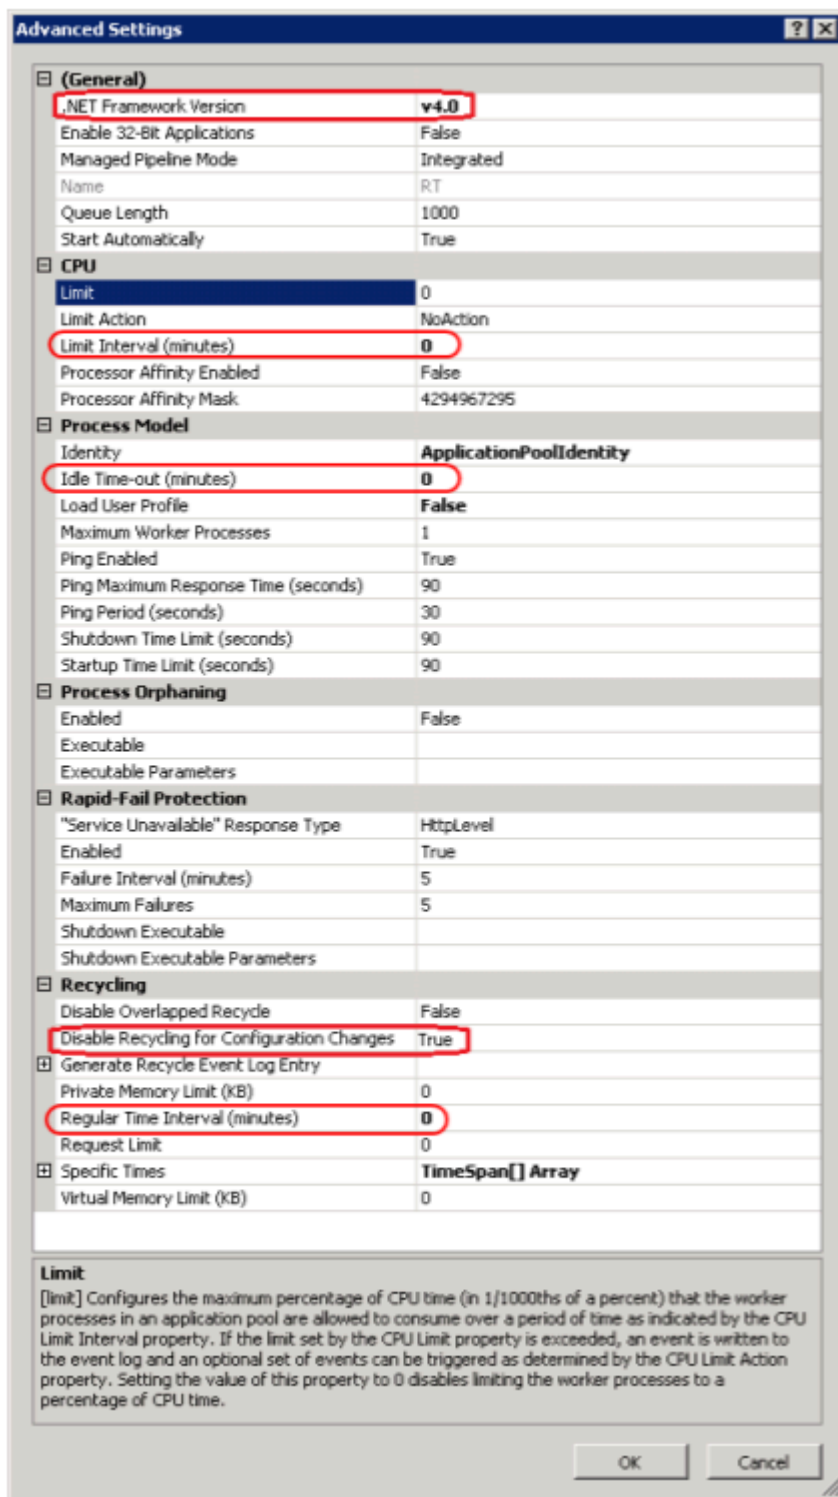

Figura 8- IIS configurazione applicazione
4. Da IIS andare su Siti-> Aggiungi sito web -> settando nome:etabula, puntare alla cartella del client e porta 9090 (se libera), successivamente dal sito etabula creare una nuova applicazione facendo "Aggiungi applicazione" mettendo come alias: "**server**" e puntando al percorso fisico della cartella "C:\inetpub\wwwroot\eTabula\server"; dalle impostazioni avanzate del Pool di applicazioni -> etabula -> tasto dx->impostazioni avanzate e impostare correttamente i parametri come da Figura 8
Quindi impostare le seguenti (come da Figura 8):